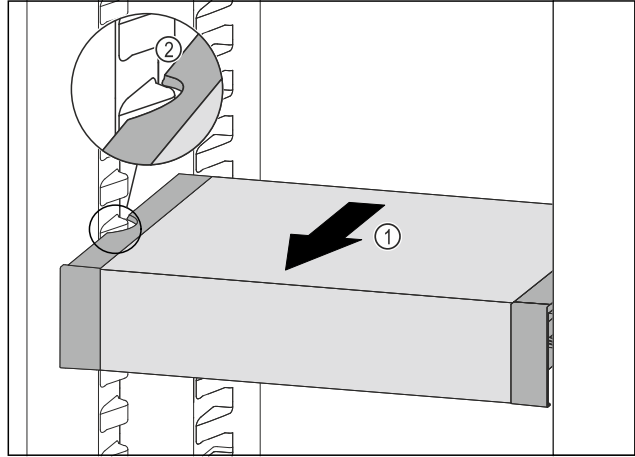

Fig. 132
- ▷ Húzza előrefelé a VarioSafe fiókot annyira Fig. 132 (1), hogy a VarioSafe oldalsó kivágásai a hűtőrészben a tartóborða magasságában legyenek. Fig. 132 (2)